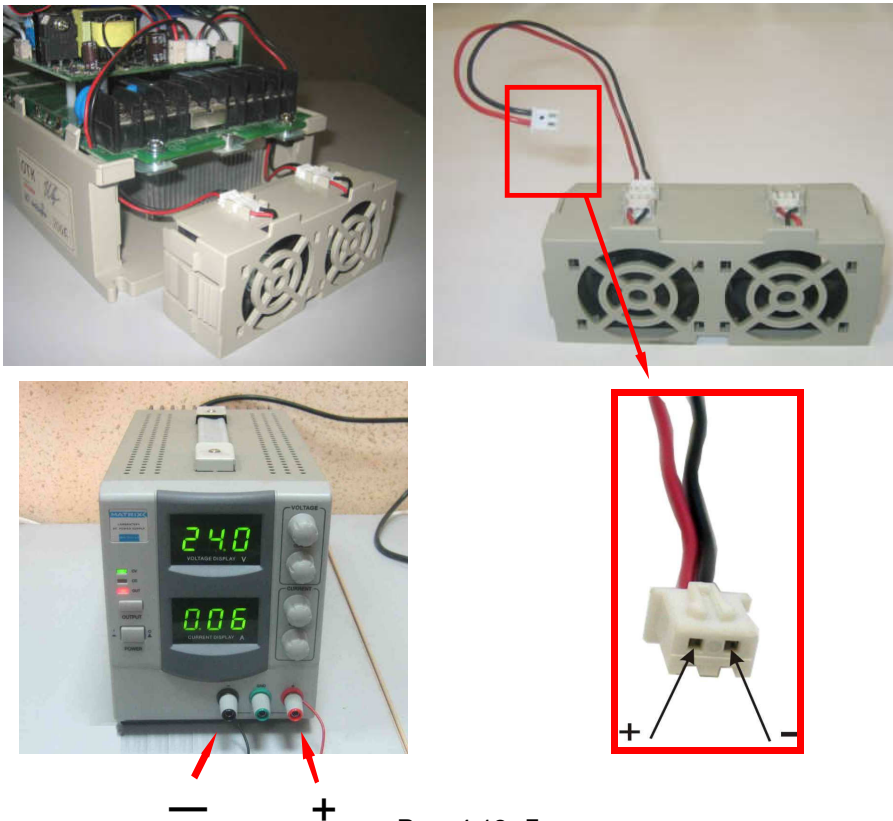

Рис. 4.12. Диагностика вентилятора
4.8.2. Подключить поочередно каждый вентилятор к источнику постоянного напряжения =24 В, соблюдая полярность («+» красный, «-» чёрный), подать напряжение (см. рис. 4.12). Если вентилятор не вращается - заменить новым.